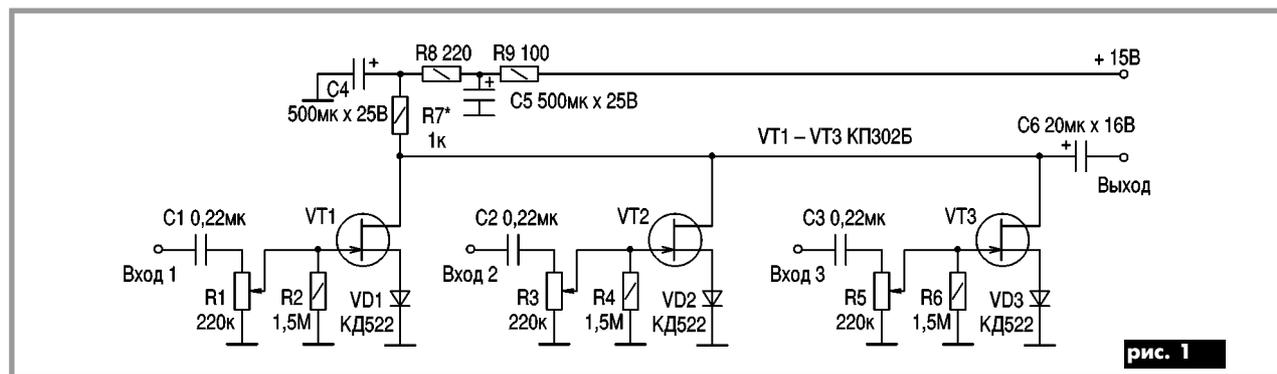
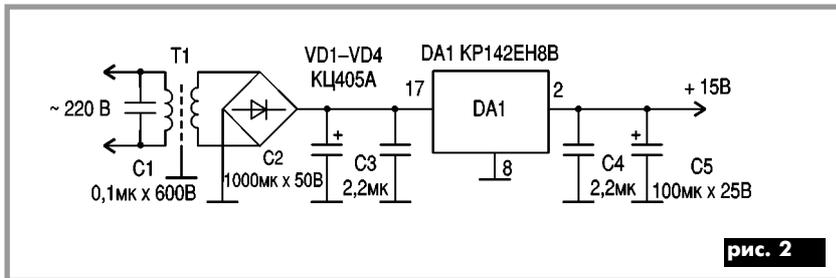

рис. 1
рис. 2
Простые микшеры (смесители, сумматоры) аудиосигналов можно выполнить на полевых транзисторах. Один из вариантов схемы микшера показан на **рис.1**. Схема рассчитана на подключение трех источников аудиосигналов с возможностью регулировки уровня сигнала каждого источника отдельно. С выхода микшера снимаются смикшированные (смешанные) сигналы. Если требуется регулировка выходного сигнала, то параллельно выходу подключается потенциометр сопротивлением 10–33 кОм, с которого снимается выходной сигнал.
Особенности конструкции. При использовании микросхемных стабилизаторов типа КР142ЕН8 конденсатор C5 и резистор R9 (см. рис.1) не нужны. Потенциометры R1, R3, R5 группы В. Тип резисторов МЛТ 0,25; 0,125. Диоды – любые кремниевые. Электролитические конденсаторы любых типов. Конденсаторы C5 и C7 (см. рис.3) типа КМ или К73 (17). Конденсаторы C3 и C4 (см. рис.2) должны быть расположены вблизи микросхемы КР142ЕН8 (можно припаять непосредственно к ее отводам). Микросхему крепят на днище корпуса, изготовленного из двух П-образных пластин листовой жести толщиной 1 мм.
не следует уменьшать сопротивление резисторов в цепях затворов (R2, R4, R6), чтобы не шунтировать регуляторы уровня сигналов. Напряжение вторичной обмотки трансформатора (рис.2) выбирают в пределах 18-20 В.